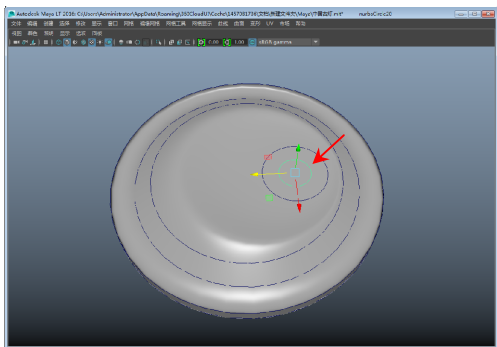

图 3-124 选择并复制曲线
- 1 在视图中选择如图 3-124 所示的等参线，使用快捷键 Ctrl+D 复制一个副本。